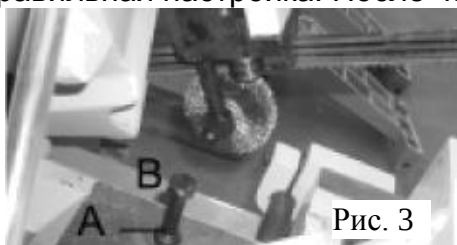

Рис. 3
Перемещение пильной рамы вниз должно быть отрегулировано таким образом, чтобы когда пильная рама будет находиться в крайнем нижнем положении, зубья пильного полотна должны находиться на 1/16 дюйма ниже поверхности стола. В случае необходимости дополнительной регулировки следует ослабить стягивающую гайку (A), показанную на Рис. 3., и закручивать или откручивать стопорный винт (B), пока не будет осуществлена правильная настройка. После чего затянуть стягивающую гайку (A).